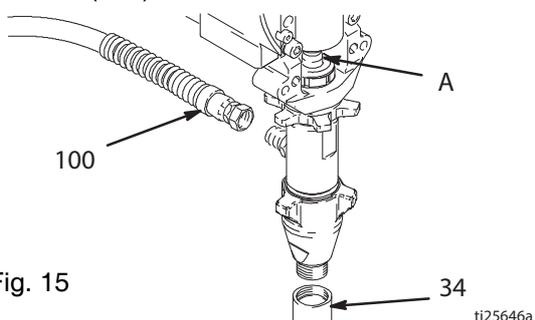

Fig. 15
3. Fig. 15. Amenez la tige de piston de la pompe en fin de course basse.
4. Fig. 15. Dévissez le tube d'aspiration (34) et le flexible (100).